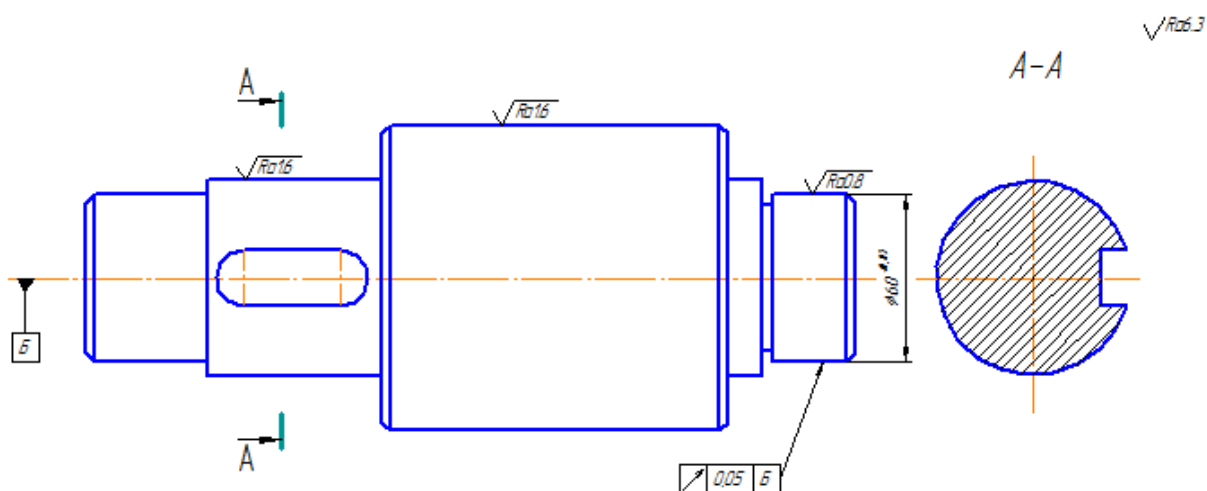

Рисунок 1 – Деталь «Вал»
1. Определите способ получения заготовки для заданной детали (рисунок 1);